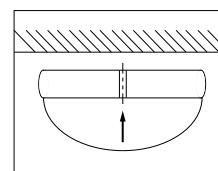

Рис.1
- При помощи винтов (входят в комплект) установите светильник на поверхности и плотно зафиксируйте. [Рис.1]